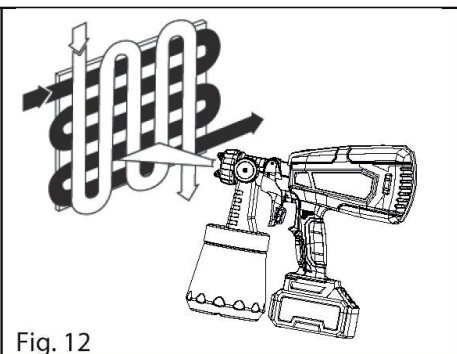

Fig. 12
- Обычно используемый метод распыления а большая поверхность - это рисунок «крест-накрест». Это делается путем распыления горизонтальными полосами, а затем пересечения этих полос вертикальными полосами (рис. 12).